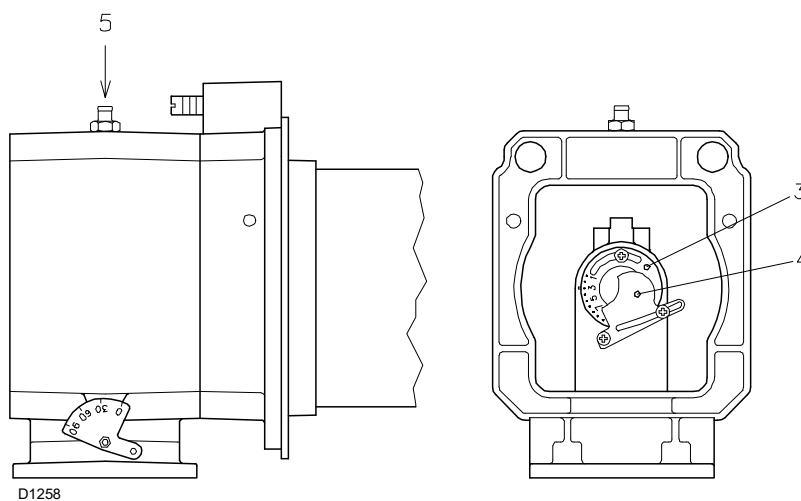

Fig. 3
Utilizar el tornillo 1)(Fig. 3); es la misma que la prevista para el funcionamiento con metano.
Presión medida en la toma (5)(Fig. 3) con la cámara de combustión a 0 mbar y el quemador funcionando en el 2º estadio.